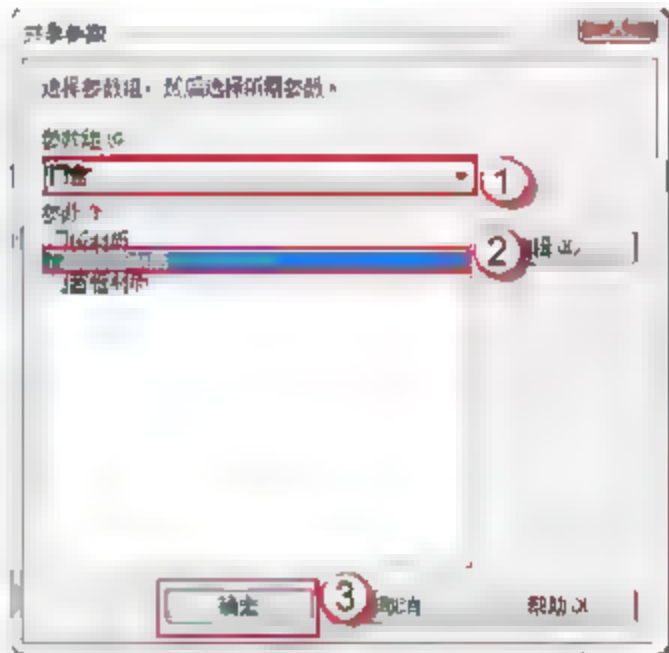

图 7.2.46 编辑 MQ7196 转角幕墙窗户玻璃材质
(20) 添加 MQ7196 转角幕墙窗户玻璃材质。选择 MQ7196 幕墙窗户玻璃，在 MQ7196 幕墙窗户玻璃的“属性”面板中，单击“材质和装饰”栏“材质”右侧的空白按钮，弹出“关联族参数”对话框，单击“添加参数 (D)”按钮，弹出“参数属性”对话框。选中“共享参数”单选按钮，单击“确定”按钮，弹出“共享参数”对话框，在“参数组 (G)”中选择“门窗”选项，在“参数 (P)”中选择“门窗玻璃材质”选项，单击“确定”按钮，如图 7.2.46 所示。